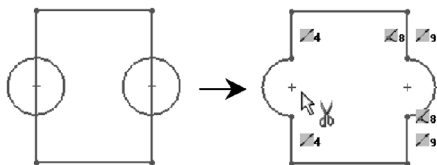

图 2-103 “剪裁到最近端”方式的操作
- **剪裁到最近端**: 使用此种剪裁以自动判断剪裁边界,单击的对象即是要裁剪的对象,无需做其他任何选择,如图 2-103 所示。